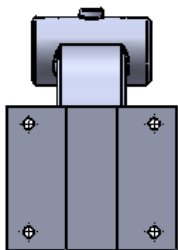

图 6.3.13 “上色”模式
-  (上色)：视图以带边上色零件的颜色显示（图 6.3.13）。